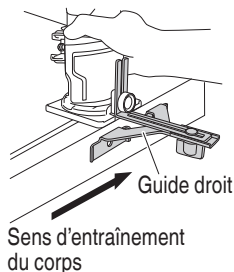

Fig. 21
- (3) Comme indiqué sur la Fig. 21, fixer solidement le fond du socle sur la surface traitée du matériau. Faire avancer la détoureuse tout en maintenant le plan du guide sur la surface du matériau.